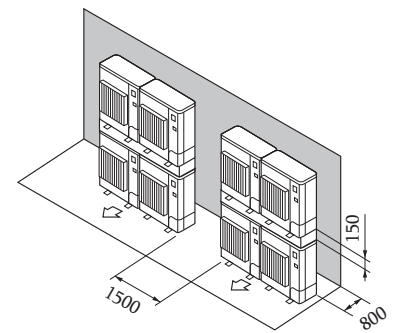

Fig. 2-19
- ⑦ Բլոկների դասավորություն ուղղահայաց շարքերով (Fig. 2-19)